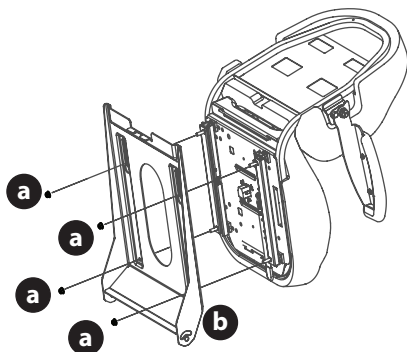

Figure 7
2. Fixez le siège au support du siège (b) avec les écrous autobloquants à bride (a) (Figure 7).